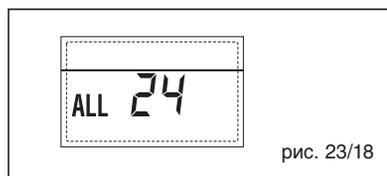

рис. 23/18
– НЕПОЛАДКА ДАТЧИКА СОЛНЕЧНОГО ВОДОНАГРЕВАТЕЛЯ (S2) “ТРЕВ 25” (рис. 23/19)